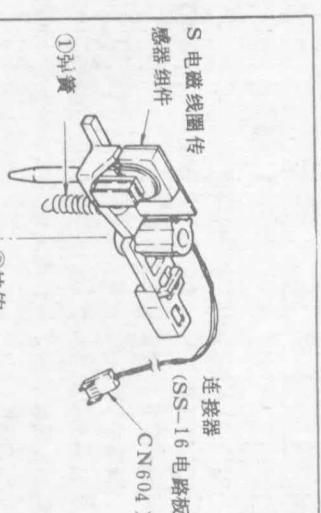

图 10 主导轴马达主轴的垂直调整
- 1) 把平衡板 (工具基准号 J-2) 垂直地放在压带轮臂组件的 10 号导套上，如图 10 所示